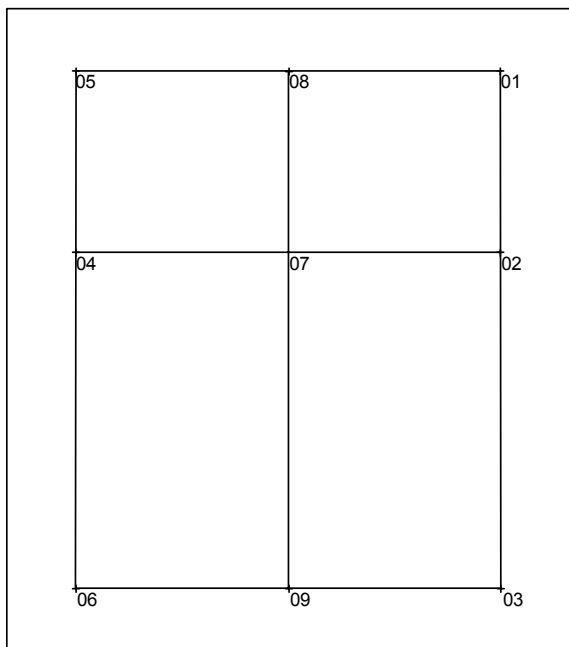

Bild 18-14
1. Teilschritt: Punkte der Hinteren Mitte, der Vorderen Mitte und der Seitennaht konstruieren (Bild 18-14)